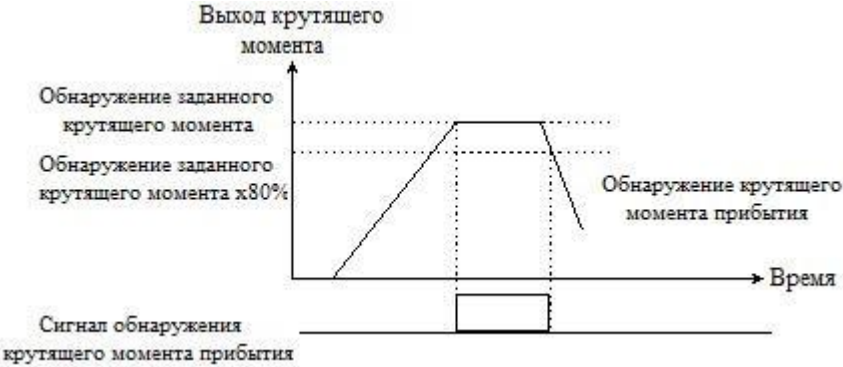

Рисунок 5.3.11 Крутящий момент прибытия
- ◆ Если величина крутящего момента двигателя равна или превышает эталонную величину обнаружения крутящего момента, выходной сигнал клеммы действителен. Если крутящий момент двигателя меньше 80% от заданного (эталонного) значения, выходной сигнал клеммы является недействительным, как показано на Рис. 5.3.11